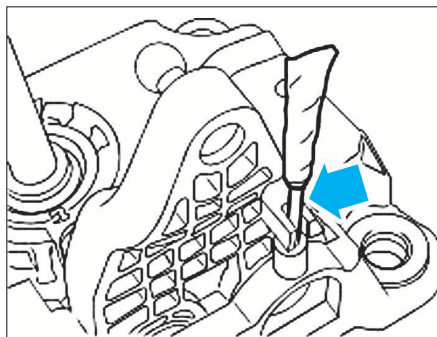

FIG. 12
- Mettre le levier de vitesses au point mort et le bloquer dans cette position à l'aide d'un axe de Ø 3 mm (par exemple un foret) (Fig.12).